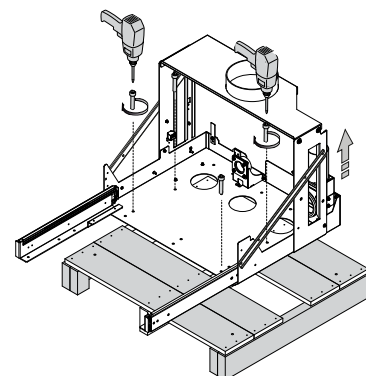

Fig. 6.1.6
11. Die Befestigungsschrauben der Palette von der Basis abschrauben und die Palette entfernen (Fig. 6.1.6).